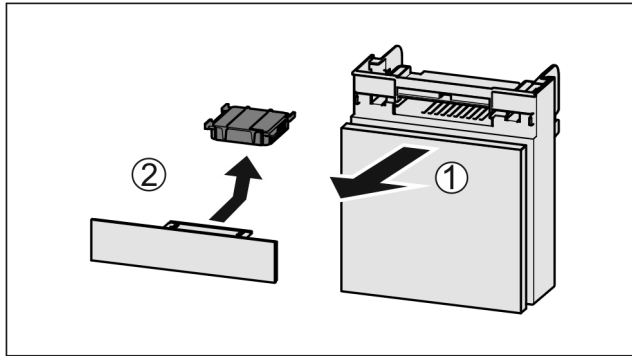

Fig. 57
- ▶ Издърпайте Fig. 57 (1) напред от отделениято.
- ▶ Извадете Fig. 57 (2) филтъра с активен въглен.